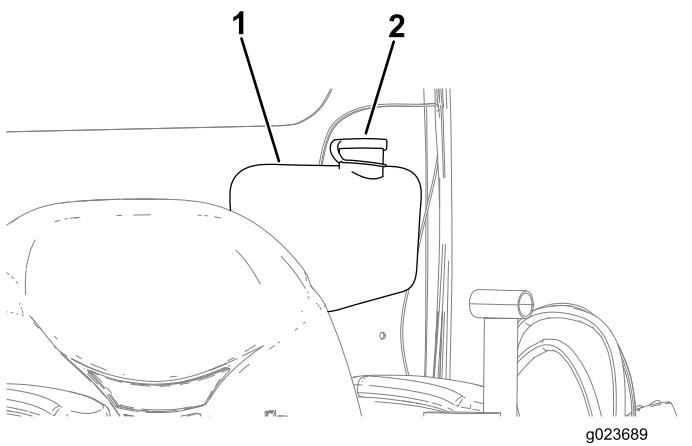

Рисунок 134
3. Полностью заполните бачок жидкостью для омывателя ветрового стекла (Рисунок 134).
4. Закройте крышку бачка омывателя ветрового стекла (Рисунок 134).